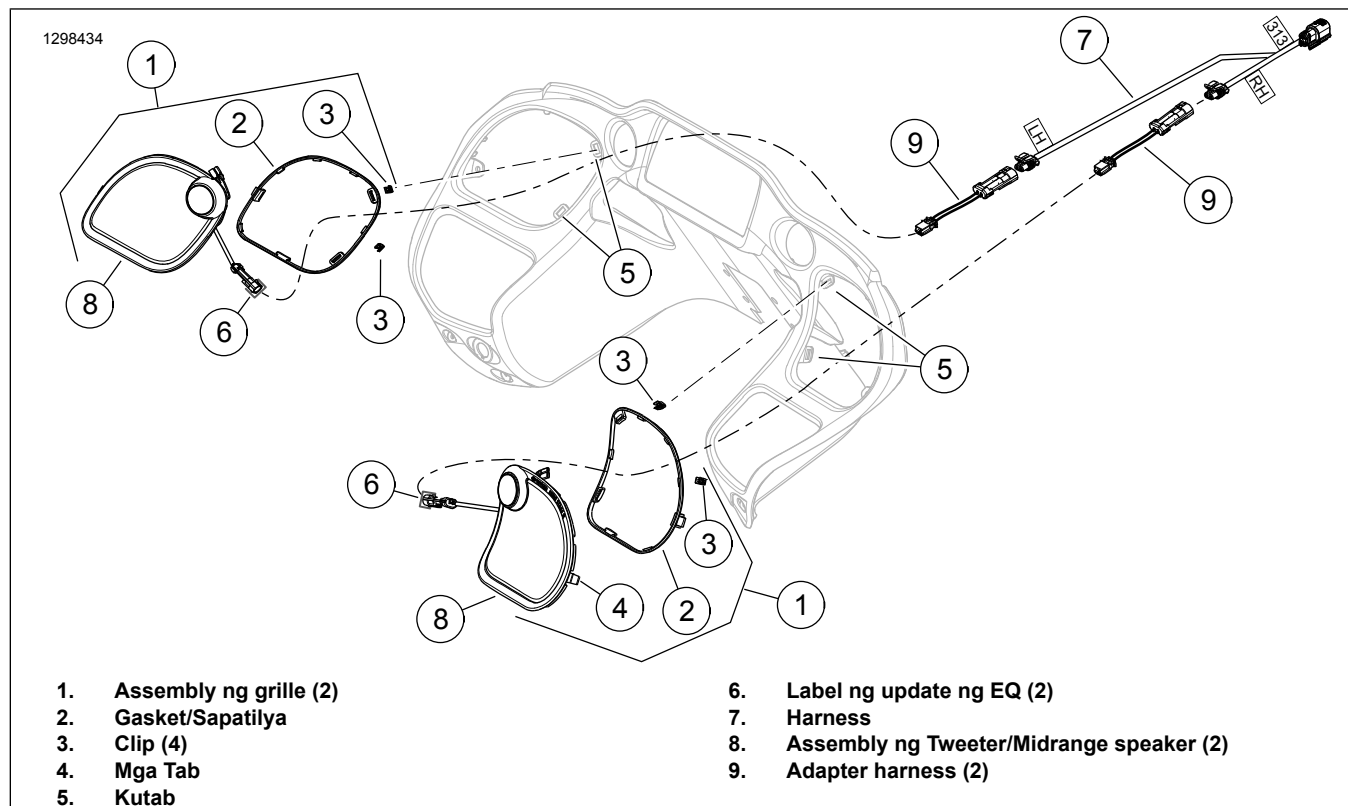
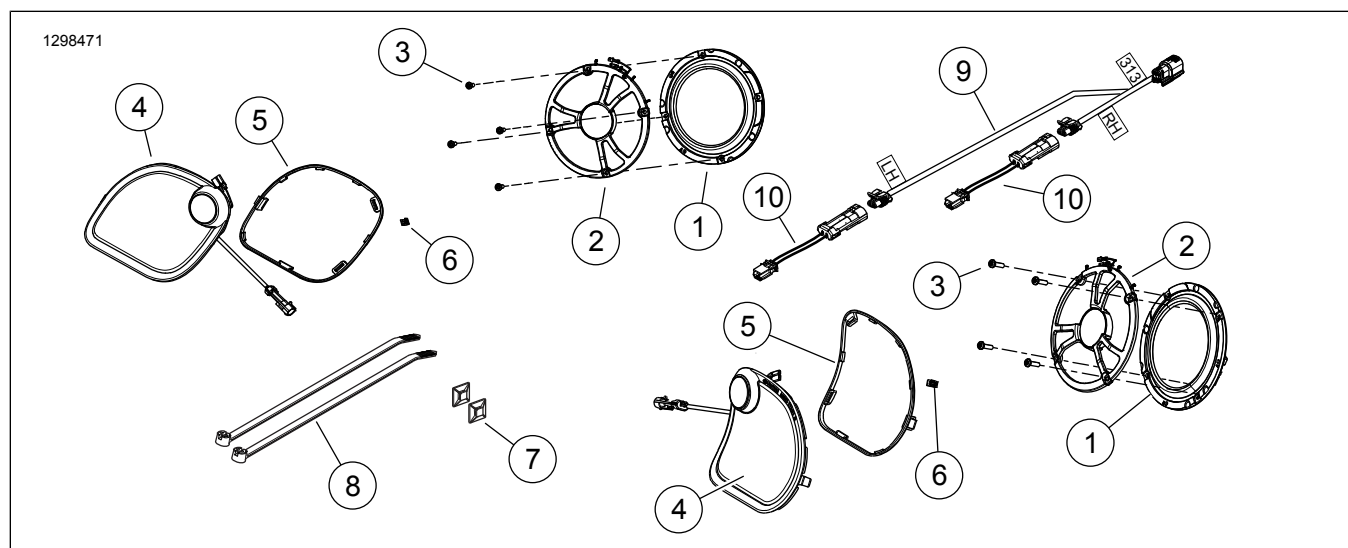

Figure 2. Speaker Tweeter/Midrange at Grille
Figure 4. Mga Pamalit na Piyesa, Kit ng Boom! Audio Stage II Na Speaker Sa Fairing (FLTR)
Tingnan ang Figure 4 at Talahanayan 1 .
5. Tingnan ang Figure 2 . Ikabit ang assembly ng grille (1):
- b. Tiyaking nasa posisyon ang gomang gasket (2) sa palibot ng grille. Tiyaking nasa posisyon ang dalawang clip (3) sa mga tab ng grille (4). Palitan ang mga bahagi kapag nasira o nawala.
- d. I-angkla ang tab (4) sa outboard na panig ng butas ng speaker.
- e. I-angkla ang mga retainer clip ng grille sa mga kutab (5).
7. Tingnan ang Figure 2 . **LAHAT ng modelo:** Iposisyon ang harness (7) sa loob ng panloob na fairing.
Ang adapter harness (9) Figure 2 o adapter harness (10) Figure 4 ay kinakailangan para sa henerasyon ng mga speaker na natukoy sa kit na ito, ngunit maaaring hindi kailangan sa lahat ng mga modelo. Ang ilang mga speaker at harness na mga kombinasyon ay maaaring may mga harness na koneksyon na magkakaiba. Gamitin ang adapter (69200925) upang malutas ang koneksyon.
9. Tingnan ang Figure 4 . Idagdag ang adapter harness (10) mula sa kit.
10. Tingnan ang Figure 2 . Pagtugmain ang adapter harness sa harness (7).